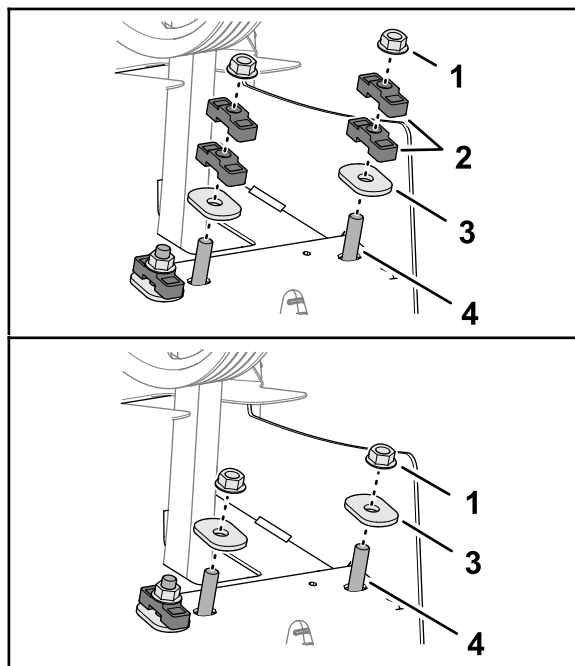

Рисунок 134
- Закрепите вал демпфера и проставки на задней раме с помощью закаленных овалных шайб и контргаек (Рисунок 134).